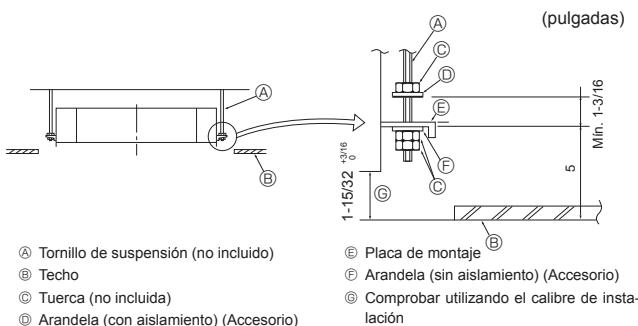

Fig. 4-5
① Estructuras de madera
② Estructuras de hormigón armado
4.5. Procedimientos de suspensión de la unidad (Fig. 4-5)